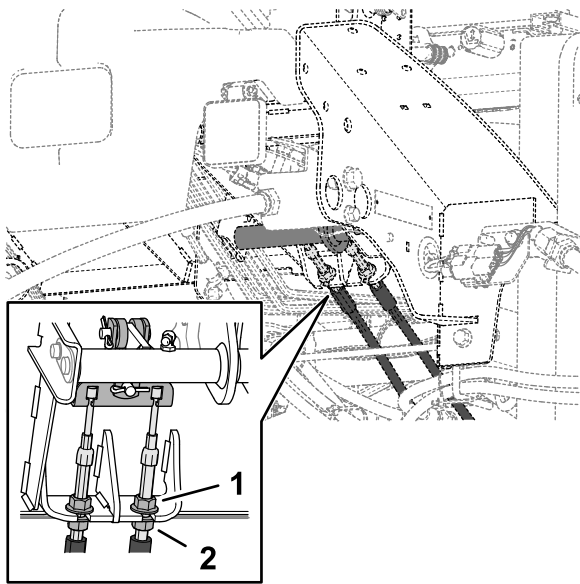

図 114
5. ブレーキペダルの遊びを少なくするには、ブレーキケーブル端部にある前側ジャムナットをゆるめる 図 114。